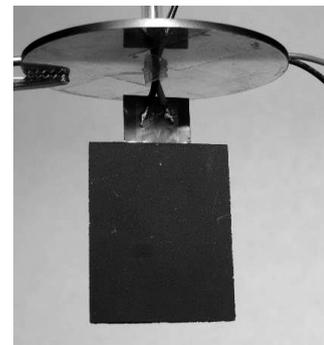

図 2-2 発熱体
1. 銅製容器とふたがセロハンテープで固定されているので、ていねいにはがす。ふたを持ち上げて、図 2-2 のようにリード線がはんだ付けしている黒い発熱体を確認し、さらに銅製容器の内壁が黒く塗られていることを確認したら、ふたを静かに戻す。